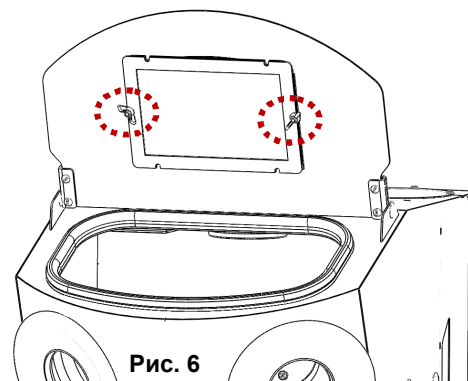
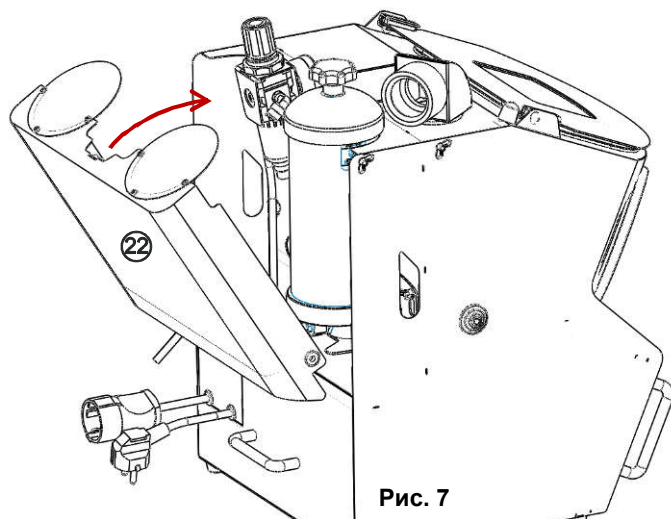

Рис. 6
Рис. 7
- **АСОЗ** состоит из рабочей камеры (1), в которую входит подающий абразив шланг с наконечником и соплом.
- Крышка рабочей камеры (3) сделана из металла.
- Смотровое стекло закреплено на нижней стороне крышки при помощи гаек-барашек, между защитной сеткой и крышкой, рис.6.
- Давление подачи воздуха регулируется на модуле подготовки воздуха **МПВ (4)**.
- Подача абразива производится нажатием на педаль (20).
- Отработанный абразив и мусор сыпается вниз камеры, где попадает на грубое сито (24).
- Абразив и мелкий мусор просыпаются на сито тонкой очистки (15), где песок окончательно отделяется от мусора и попадает в контейнер для сбора абразива (16).
- Передняя часть модуля сита закрывается крышкой (14). Крышка удерживается магнитами и шнуром
- Крышка (22) закрывает задний отсек корпуса, рис.7.